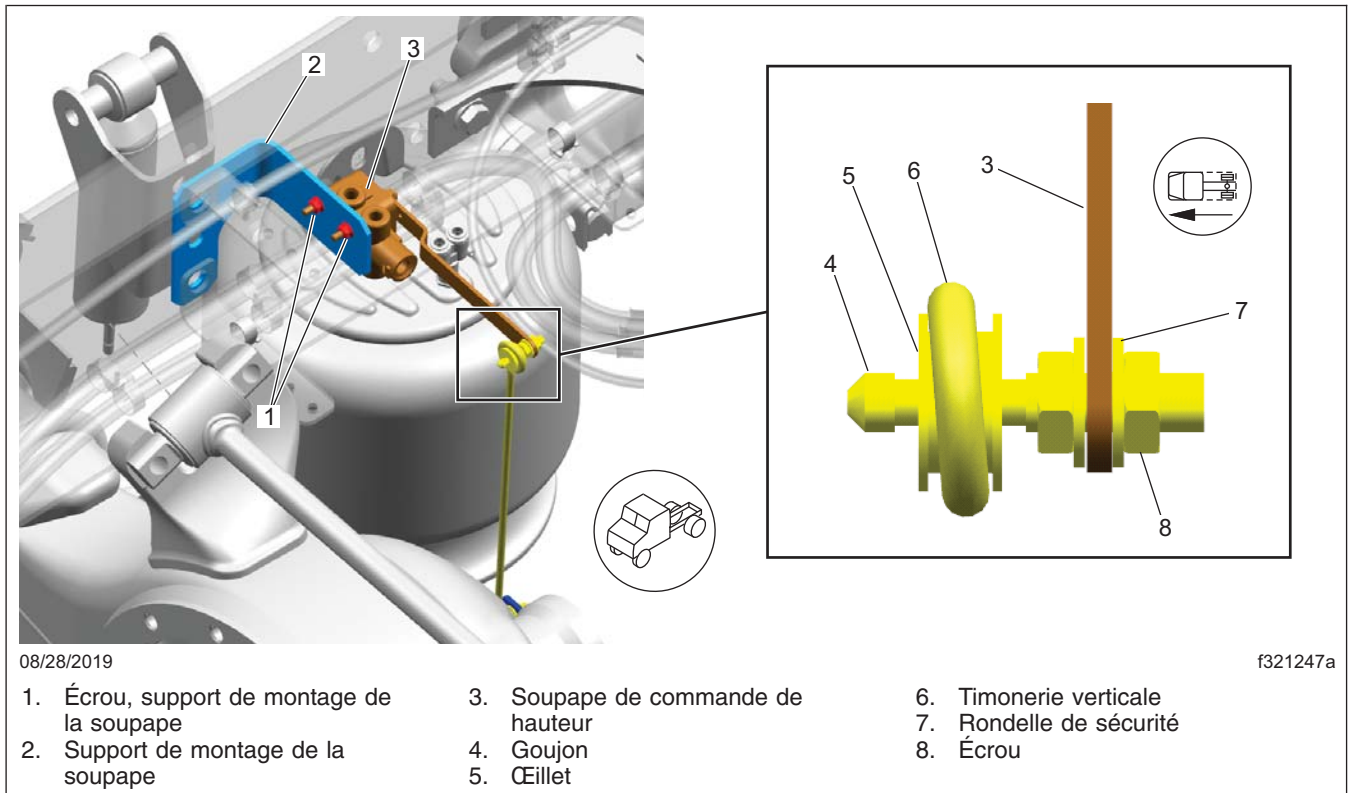

Fig. 2, Branchement de la timonerie verticale à la soupape de contrôle de la hauteur
15. Placez la soupape de contrôle de la hauteur sur le nouveau support de soupape. Tout en maintenant en place les goujons de fixation de la soupape de contrôle de hauteur avec une clé Allen, installez tous les écrous et les rondelles et serrez les écrous à un couple de 1100 N·cm (95 lbf·po). Reportez-vous à la **figure 2**. Ne pas trop serrer.